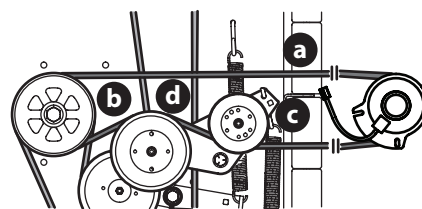

Figure 58
1. Retirez la courroie de PDF (a) du plateau de coupe en suivant les instructions du chapitre Retrait du plateau de coupe puis retirez-le d'autour de l'embrayage de la prise de force (Figure 58).
2. Acheminement de la courroie de PDF (a) (Figure 58).
3. Après avoir acheminé la courroie autour de la poulie de PDF (b), utilisez une clé de 1/2 po dans le support de la poulie de tension (c) et tournez vers la droite de la tondeuse pour terminer l'acheminement de la courroie autour de la poulie de tension (d) (Figure 58).